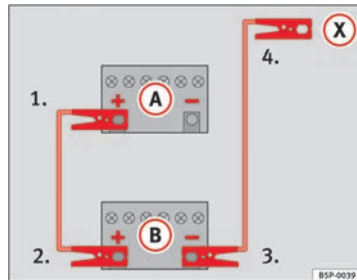

Abb. 229 Anschlussschema für Fahrzeuge ohne Start-Stopp-System.
- Klemmen Sie ein Ende des **roten** Starthilfekabels an den Pluspol (+) des Fahrzeugs mit der entladenen Fahrzeugbatterie (A) an ⇒ Abb. 229.
- Klemmen Sie das andere Ende des **roten** Starthilfekabels an den Pluspol (+) des stromgebenden Fahrzeugs (B) an.
- Klemmen Sie ein Ende des **schwarzen** Starthilfekabels an den Minuspol (-) des stromgebenden Fahrzeugs (B) ⇒ Abb. 229.
- Klemmen Sie das andere Ende des **schwarzen** Starthilfekabels (X) im Fahrzeug mit der entladenen Batterie an ein mit dem Motorblock verschraubtes massives Metallteil oder an den Motorblock selbst, aber an einer weit von der Batterie (A) entfernten Stelle an. ▶